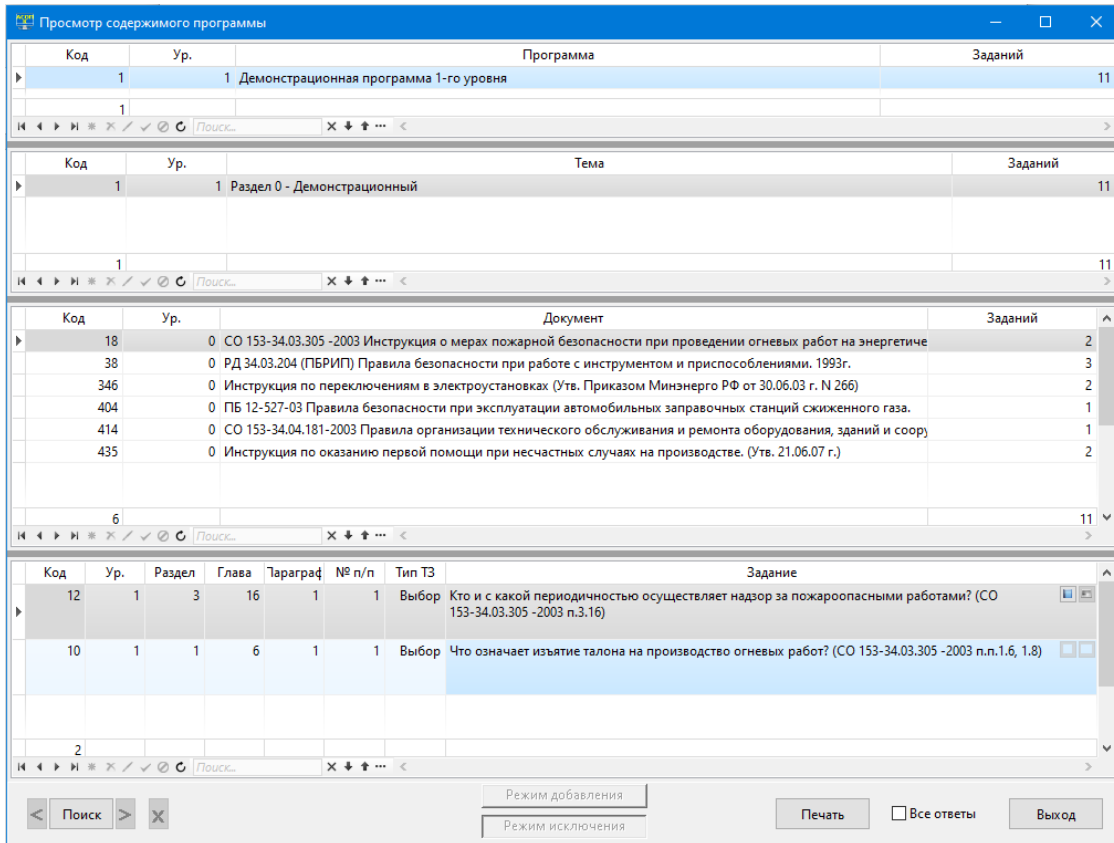
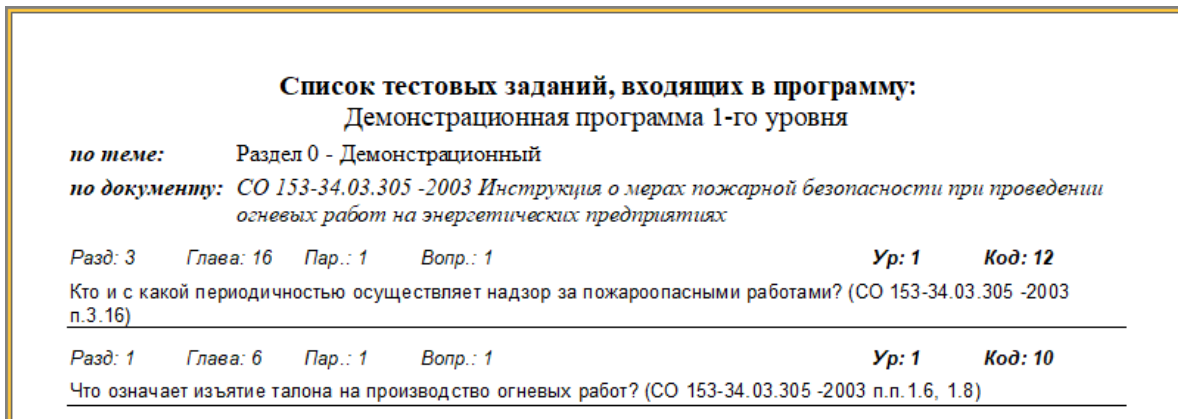

Рисунок 3.34 Форма для просмотра содержимого программы
Рисунок 3.35 Отчёт по содержанию программы (для выбранной пары «Тема-Документ»)
- если режим редактирования не включен, то эта кнопка реализует функцию «Посмотреть наполнение программы» и при её нажатии вызывается соответствующая форма (Рисунок 3.34); позволяющая как провести детальный анализ содержимого программы на экране компьютера, так и получить отчёт с помощью кнопки «Печать», который отображается на экране (Рисунок 3.35) и может быть выведен на печать или сохранён; при необходимости можно отобразить все ответы для текущего вопроса (за это отвечает чекбокс «Все ответы»);